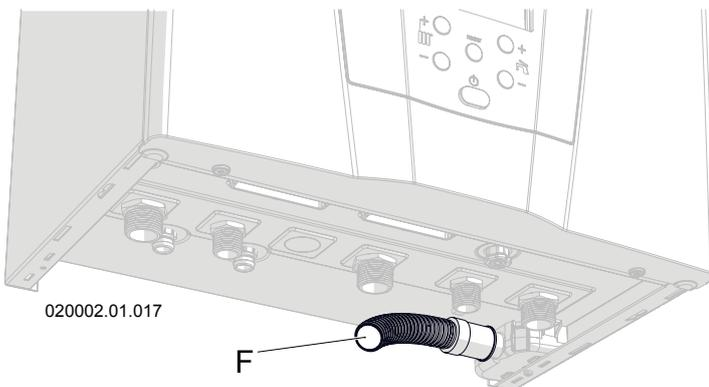
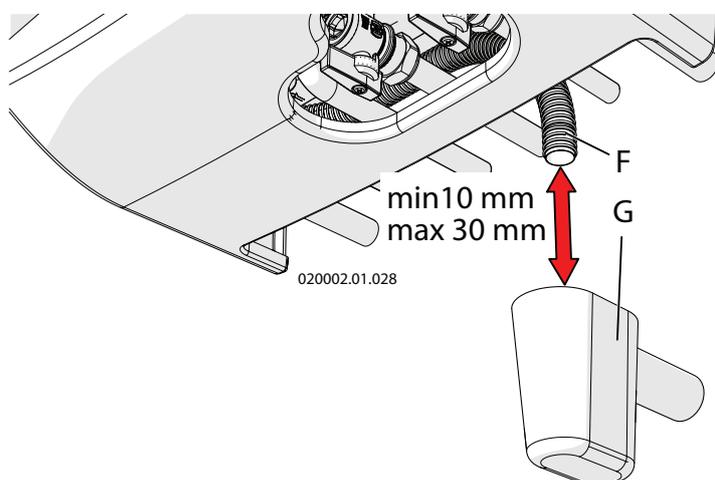

Figura 5-5 - Tubo de descarga de condensado
Figura 5-8 - F = tubo de descarga de condensado
El aparato está provisto de un sifón para evacuar los condensados (véanse las Figuras 3-2 y 3-4, detalle "40") y para prevenir que salgan productos de la combustión, cuya terminación corresponde al conducto "F" mostrado en la Figura 5-5. Dicha terminación se debe canalizar hacia otro sifón más de tipo antiolores (Figura 5-8, detalle "G") para prevenir el retorno de malos olores a la habitación (el sifón antiolores "G" está disponible bajo pedido). Concretamente, la instalación de evacuación de los condensados debe:
- ☞ Para viviendas y para oficinas con un número de usuarios superior a 10, se puede conectar a la instalación de evacuación de las aguas residuales domésticas mediante sifón apropiado con separación adecuada para prevenir la presurización del sistema (sifón colocado dentro del aparato) y para prevenir el retorno de malos olores desde la alcantarilla (detalle "G" de la Figura 5-8). Si el local destinado a oficina posee un número de usuarios inferior a 10, antes de la conexión con el desagüe de las aguas residuales domésticas es oportuno montar un neutralizador de condensados (véase el Capítulo 9 para conocer el valor de la acidez de los condensados y la cantidad).
El aparato está protegido contra sobrepresiones mediante una válvula de seguridad calibrada a 10 bares (véanse las Figuras 3-1 y 3-4, detalle "28"). La descarga de la válvula de seguridad está canalizada hacia el tubo "F" de la Figura 5-5, que luego se debe llevar hasta el sifón antiolores (detalle "G" de la Figura 5-8). Dicha descarga con sifón sirve para evitar sobrepresiones en caso de apertura de la válvula y permite que el usuario verifique su posible activación. El sifón antiolores "G" de la Figura 5-8 está disponible bajo pedido.